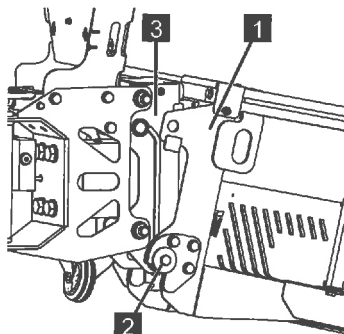

Abb. 157
2. Arbeitskorb (Abb.157/1) zu zweit in die Halterung (Abb.157/2) einsetzen und in die Aufnahme (Abb.157/3) drücken.